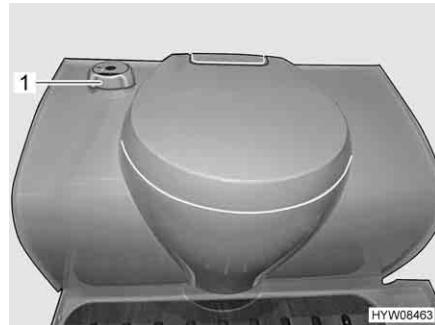

Fig. 180 Toilette Thetford
- Ruotare la maniglia girevole (Fig. 180,1) in senso antiorario.
- Ruotare la maniglia girevole (Fig. 180,1) in senso orario.